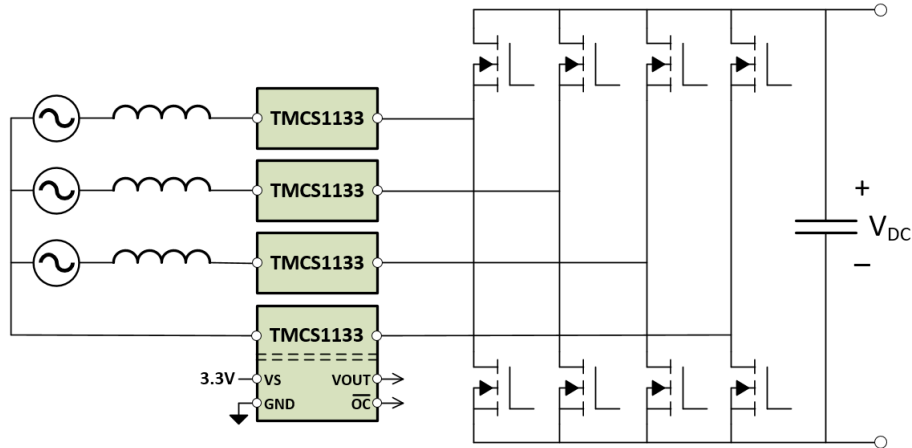

図 9-2. AC/DC コンバータの 電流検出
多くのアプリケーションでは、DC 回路で使用するために、AC 電源から電力を変換する必要があります。通常、電力伝送効率を向上させるために、いくつかの種類の制御された力率補正 (PFC) 段が必要です。最新の PFC 段では、全体のサイズを縮小し、電力伝送効率を向上させるために、より高速で高速なパワースイッチが使用されています。多くの場合、AC/DC コンバータの PFC 段は AC 電源グリッドに直接接続されます。PFC 段で検出する場合の主要な課題は、電流センサが高電圧 (HV) 電力グリッドから生じる大きな電圧スパイクに加えて、電荷伝送中に高速パワースイッチから生じる大きな過渡にさらされることです。TMCS1133 構造内に固有の絶縁機能があるので、HV 電流センシングノードと低電圧制御回路との間に高いレベルの絶縁を実現し、高い同相過渡耐性 (CMTI) を達成することで、これらの課題を克服できます。図 9-2 に、一般的な AC/DC コンバータ段での TMCS1133 測定位相電流の使用方法を示します。